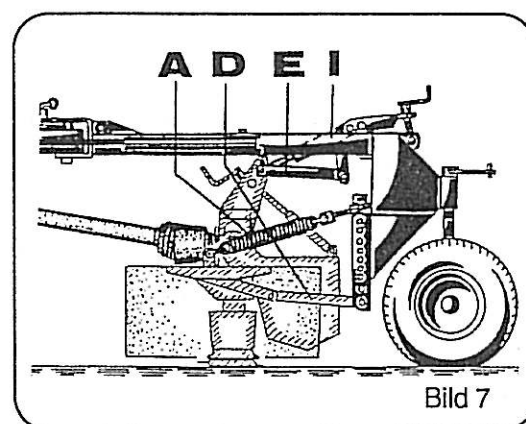

Bild 7
- Nedre länk bild 7 pos A
- Övre länk bild 7 pos E
- Cylinder bild 7 pos I
- Avlastningsfjäder bild 7 pos D